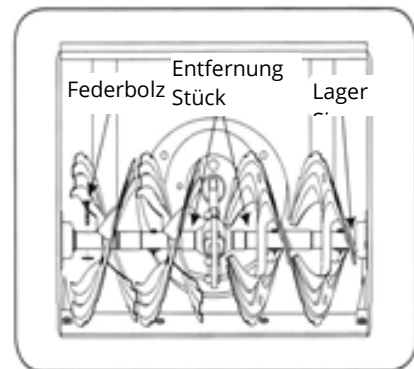

Abb. 26
- Die Schnecke ist mit zwei Federbolzen und einem Splitter an der Spiralwelle befestigt. Sollte die Schneefräse auf einen Fremdkörper oder Eis treffen, sind die Bolzen so konstruiert, dass sie brechen. Siehe Abbildung 26.